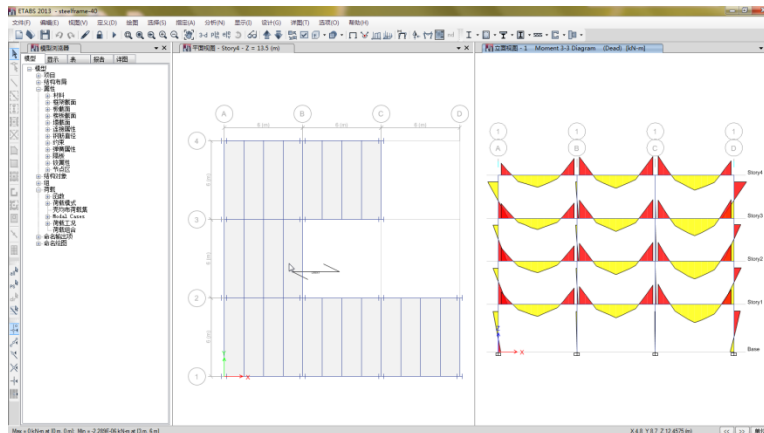

图 7-2 立面视图中 M33 弯矩图
- 4) 点击**确认**按钮，生成如图 7-2 所示的弯矩图。